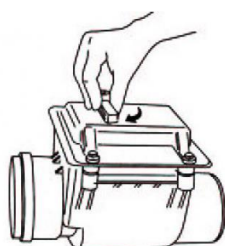

Рис. 2
3. В случае необходимости можно принудительно заблокировать движение потока, для этого необходимо развернуть вентиль перпендикулярно движению потока (рис. 2).